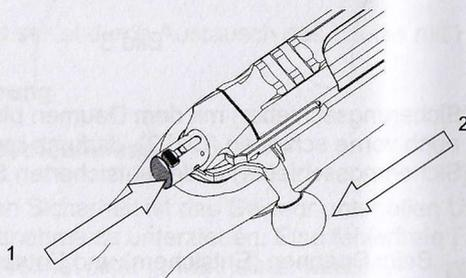

Bild 4
Zum Entsichern: mit dem Daumen den Spanschieber (Sicherungschieber) leicht nach vorne (1) schieben (ca. 2 mm). Gleichzeitig mit Zeige und Mittelfinger den Kammergriff nach hinten (2) schwenken (entriegeln), dann den Verschluss gerade zurückziehen (Bild 4).
- 3) den Verschluss mit dem Daumendruck entriegeln und bis zum Anschlag zurückziehen (Bild 4).
- 2) Kammer öffnen (Bild 4)